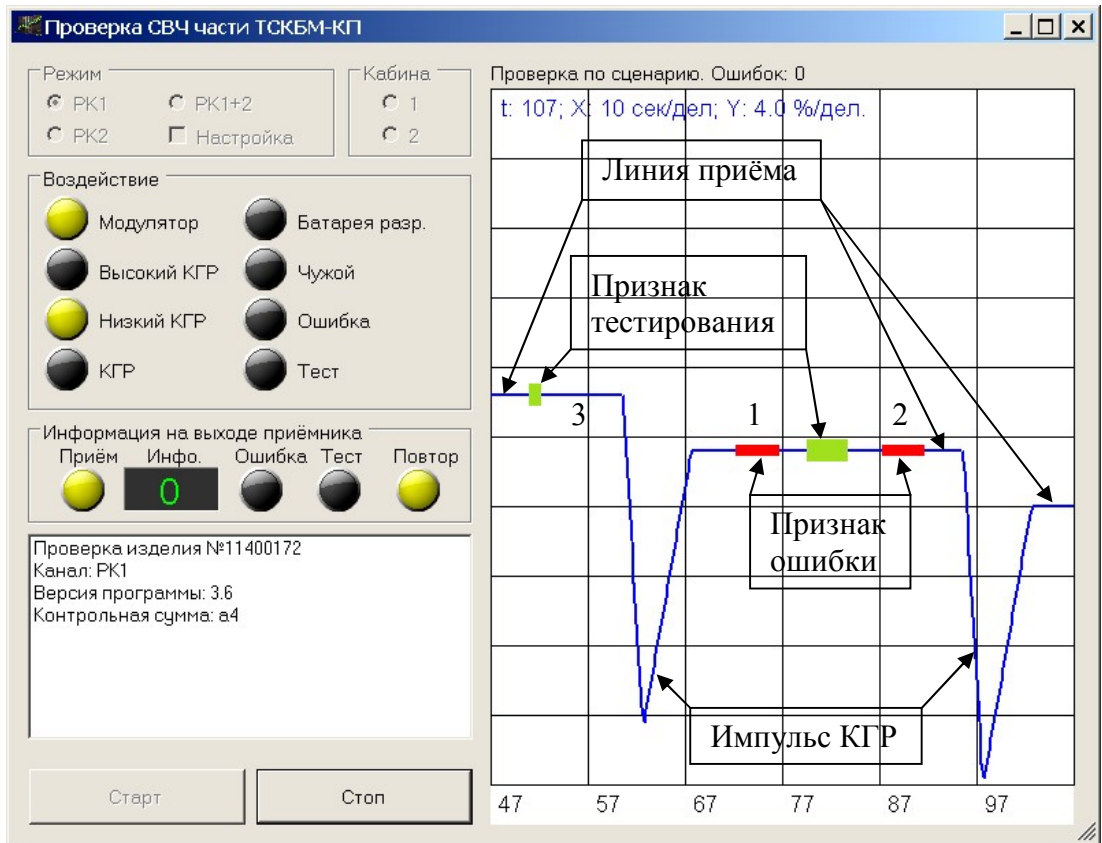

Рисунок 2.94 - График принимаемого сигнала в цикле проверки изделия
в) Должна начаться автоматическая проверка радиоприемника блока ТСКБМ-КП по каналу РК1. На блоке ТС-ТСКБМ загорится индикатор РК1. В области графика окна проверки СВЧ части начнет появляться линия приема (график) принимаемого сигнала, см. рисунок 2.94.
*Примечание.* В режиме Настройка не формируются импульсы КГР (см. рисунок 2.94) и не происходит автоматическое формирование протокола проверки.